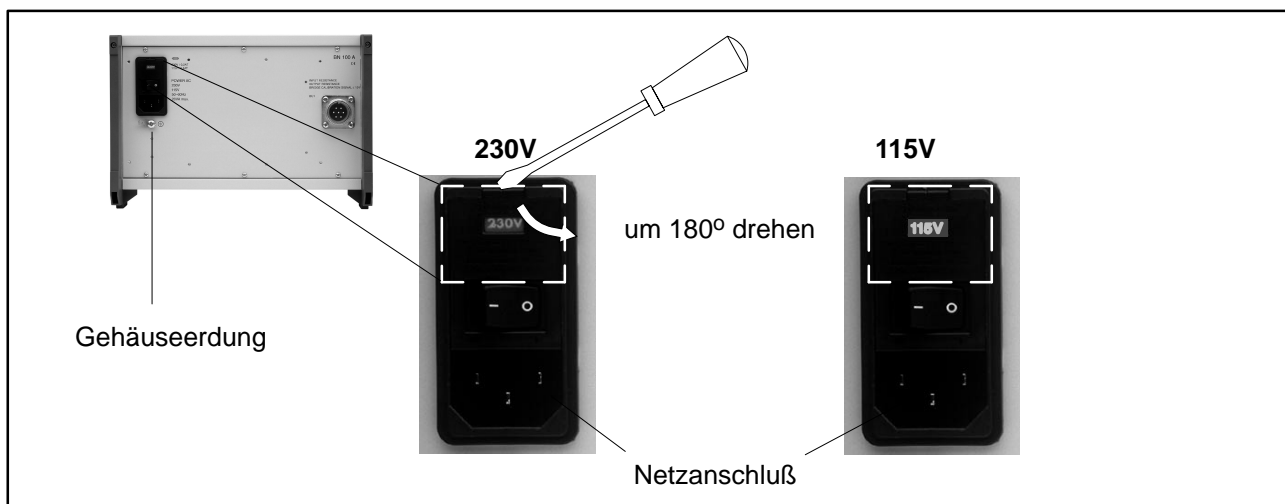

Abb. 2.1: Netzspannung umschalten
- Prüfen Sie, ob die richtige Netzspannung eingestellt ist (siehe Abb. 2.1)